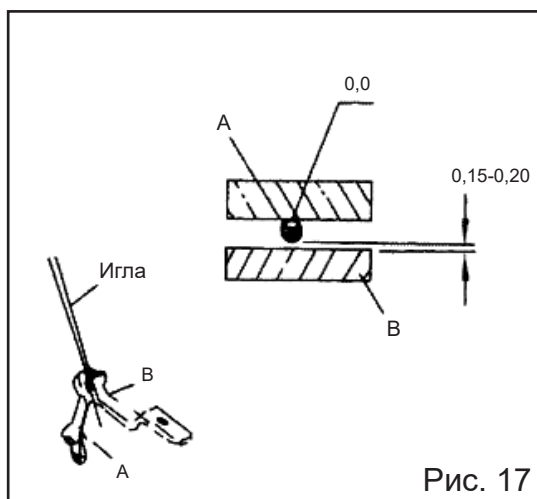

Рис. 17
5. Игла и предохранитель иглы (Рис. 17)